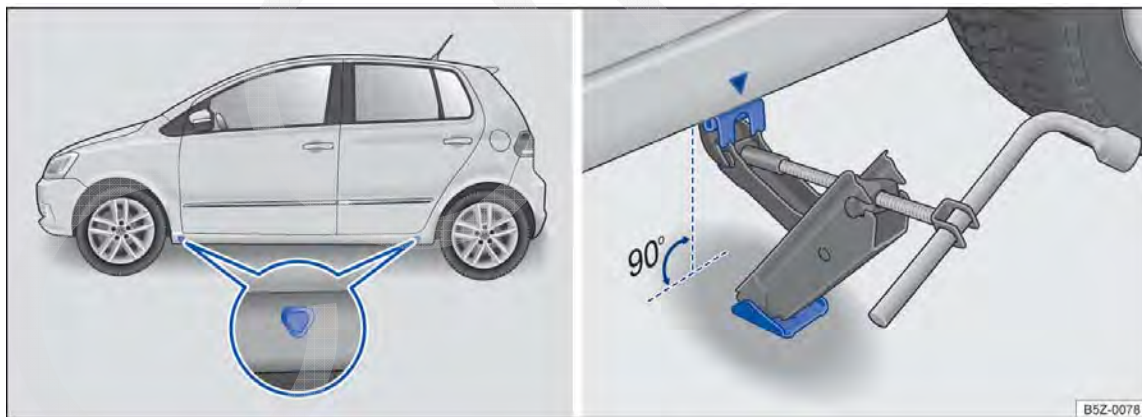

Fig. 166 Pontos de apoio do macaco e macaco posicionado no lado esquerdo traseiro do veículo.
A figura → **Fig. 166** ilustra, como exemplo, as indicações do modelo Novo Fox.
O macaco somente pode ser posicionado nos pontos de apoio indicados (marcação na carroceria) → **Fig. 166**. É válido o ponto de apoio localizado próximo à roda correspondente → ⚠️.
6. Procurar sob o veículo o ponto de apoio do macaco → Fig. 166 mais próximo da roda a ser trocada.
8. Garantir que a base do macaco, com toda sua superfície, esteja sobre o chão e que a base se encontre perpendicularmente abaixo do ponto de colocação → Fig. 166.
9. Alinhar o macaco e, simultaneamente, levantar a garra do macaco até ela se encaixar na travessa debaixo do veículo → Fig. 166.
- Posicionar o macaco somente nos pontos indicados. A garra do macaco deve se encaixar no perfil da longarina de forma segura → Fig. 166.